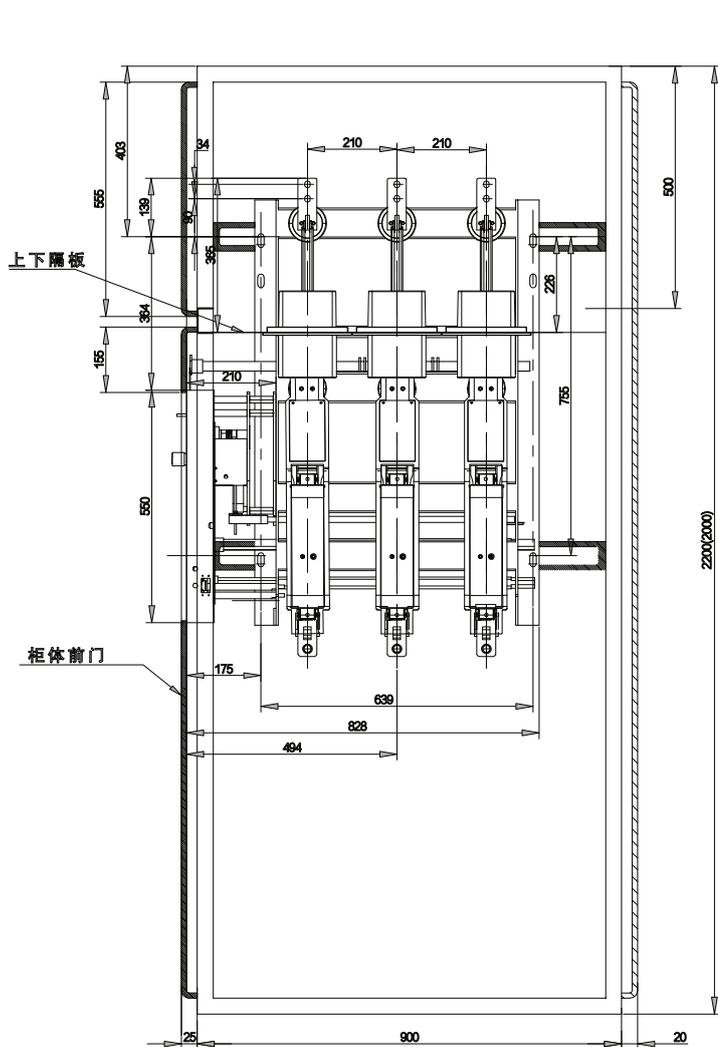

图 3: FZN25型 真空负荷开关和组合电器、柜体安装图
8.2 开关柜母线室与开关室封板开孔尺寸参见图3，产品安装参见图4。